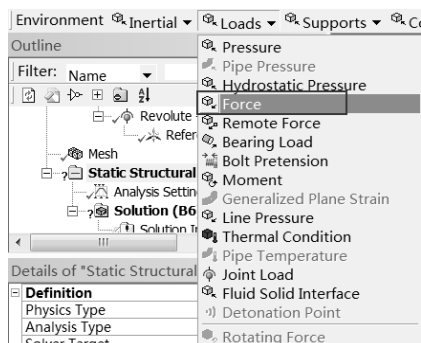

图 13-30 添加载荷
Step2：选择 Environment 工具栏中的 Loads（载荷） Force（力）命令，此时在分析树中会出现 Force 选项，如图 13-30 所示。